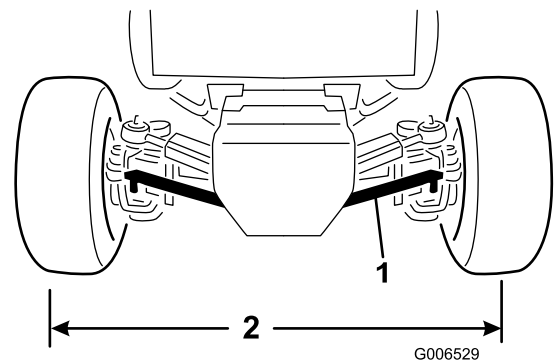

Figura 68
1. Retire el pasador y la tuerca almenada que sujetan la rótula de una de las barras de acoplamiento al soporte ubicado en el eje, y separe la rótula del eje (Figura 68).
3. Enrosque o desenrosque la rótula de la barra de acoplamiento hasta que la distancia de centro a centro entre las ruedas traseras, por delante y por detrás, sea la misma (Figura 68).